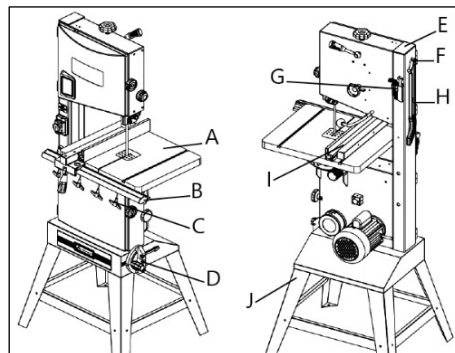

Рисунок 4.
- Прикрепите кронштейны колес к опорам (рис. 4).
Прикрепите рабочий стол А (рис. 4) к станку при помощи болтов М8×10 и плоских шайб 8 мм. Убедитесь, что пильное полотно попало в центр паза в столе.
Прикрепите набор инструментов G (рис. 4) к раме станка E при помощи болтов М4×10. Прикрепите кронштейн F шестигранной гайкой к раме E.